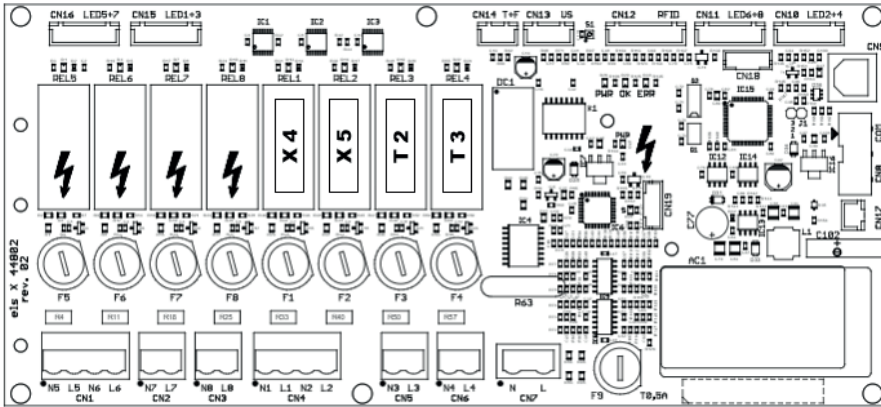

Abb. 15: Position der Sicherungen
- ▶ Identifizieren Sie die Sicherungen anhand der Bezeichnungen **E1** (Schaltschrankheizung optional), **X4** (Ladepunkt von vorne gesehen oben links), **X5** (Ladepunkt von vorne gesehen oben rechts), **T2** (Ladepunkt von vorne gesehen unten links) und **T3** (Ladepunkt von vorne gesehen unten rechts) auf der Elektronikplatine (Abb. 15).